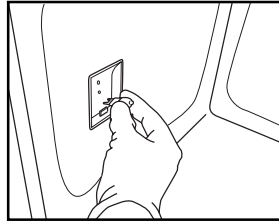

Fig. 8
4. Remplacez l'ampoule brûlée par une ampoule neuve (voir Remarque pour connaître le type). (Fig. 8)